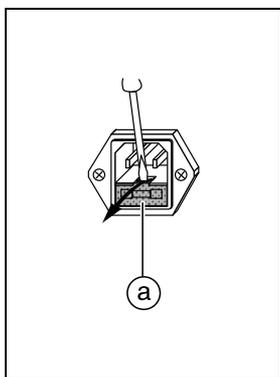

Fig. 2.1
Einsatz ① mit Fassung für Primärschmelzsicherung ② und Reservesicherung ③ heraushebeln (Fig. 2.1).
Pry out the insert ① with holder for primary fuse ② and spare fuse ③ as shown in Fig. 2.1.